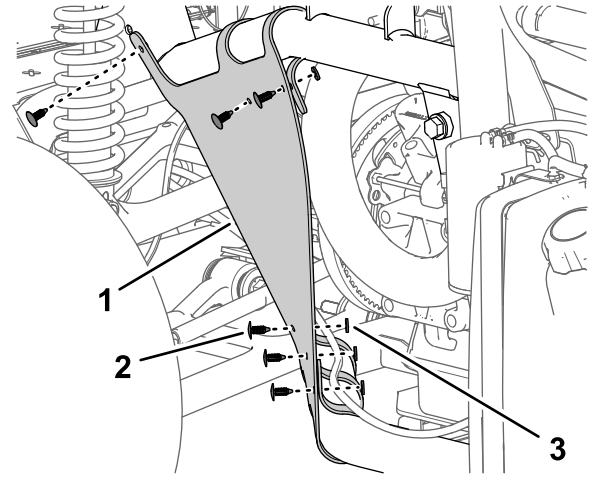

图10
4. 拆下将内挡泥板罩固定到机器机架的 6 个压入式紧固件和 5 个垫圈 9/16 x 1/2 英寸 图10。